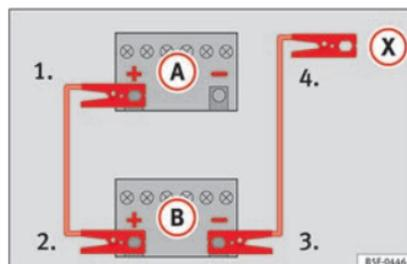

Fig. 77 Esquema de conexión para vehículos sin sistema Start-Stop.
2. Emborne un extremo del cable *rojo* de emergencia al polo positivo (+) del vehículo con la batería descargada (A) » » » fig. 77.
3. Emborne el otro extremo del cable *rojo* de emergencia al polo positivo (+) del vehículo que suministra la corriente (B).
4. *En los vehículos sin sistema Start-Stop:* emborne un extremo del cable *negro* de emergencia al polo negativo (-) del vehículo que suministra la corriente (B) » » » fig. 77.
– En los vehículos con sistema Start-Stop: emborne un extremo del cable *negro* de emergencia (X) a un terminal de masa adecuado, a una pieza de metal maciza que